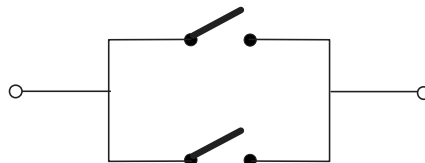

Fig. 24
**NOTA:** si dos dispositivos con contacto N.A. tienen la misma función deben conectarse en paralelo entre sí (Fig. 24).